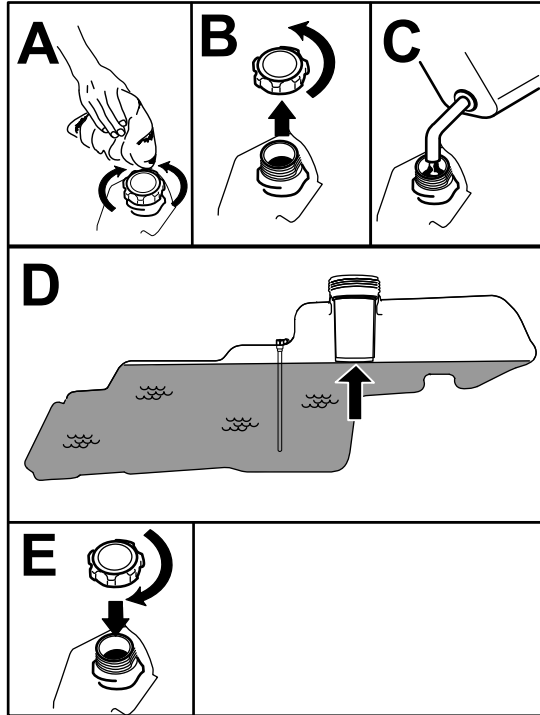

Figura 7
- Llene el depósito de combustible hasta la parte inferior del cuello de llenado (Figura 7). No llene completamente el depósito de combustible.